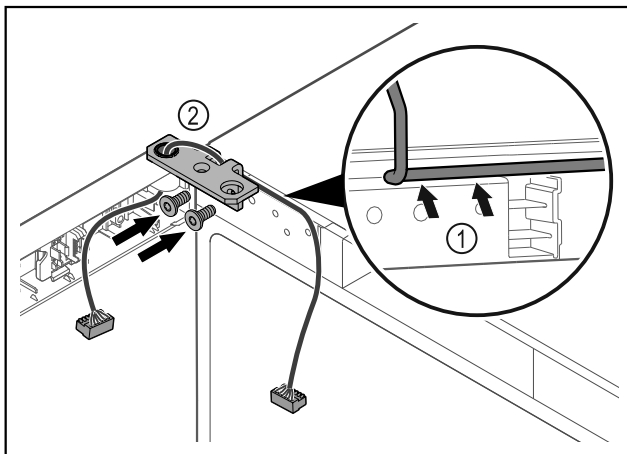

Fig. 44
- ▶ Prakiškite laidą pro šarnyrinio kampuočio angą ir atsargiai nutieskite Fig. 44 (1).
- ▶ Prisukite šarnyrinį kampotį Fig. 44 (2).